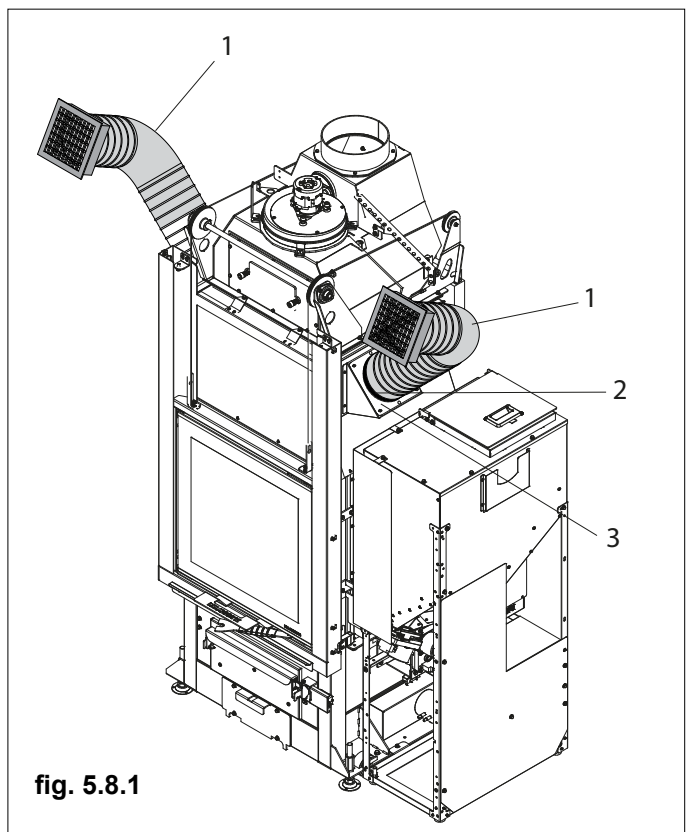

fig. 5.8.1
Cortarlo a la longitud deseada (no superior a 200 mm) y montar las bocas en los puntos deseados. Fijar el tubo (2) a los collares (3) con las abrazaderas (1) (Fig. 5.8.1).